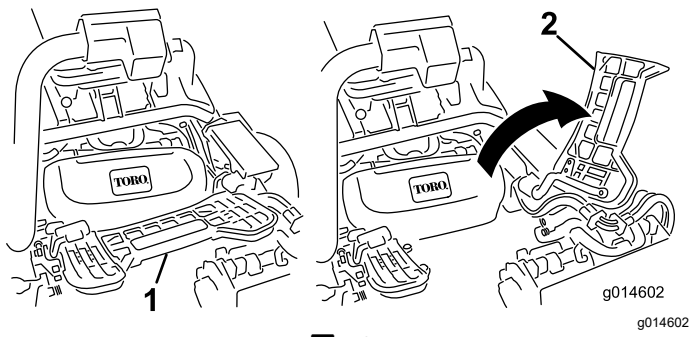

図 52
2. フットレストを跳ね上げて開き、中央カッティングユニット取り付け位置へのアクセスを確保する **図 52**。